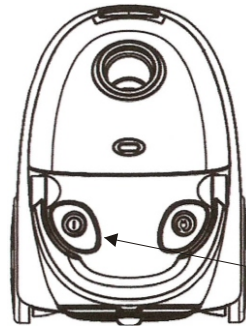

Figura 2
Insira o plugue na tomada conforme instrução, e de acordo com a figura 2, pressione o botão liga/desliga(12) para ligar ou desligar o aparelho.